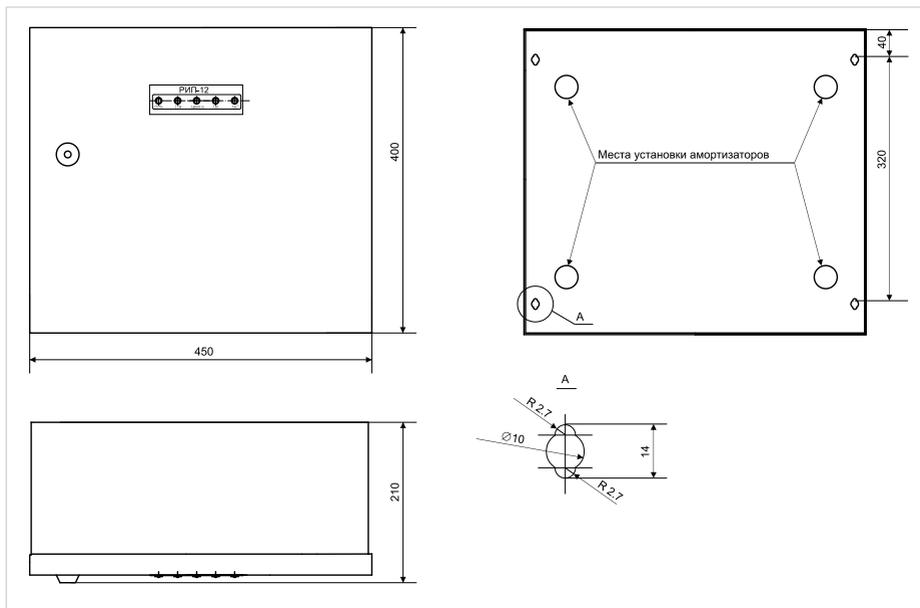

Рисунок 4. Внешний вид и габаритные размеры РИП
3. Наметьте на стене места для четырёх установочных отверстий в соответствии с габаритным чертежом (см. рис. 4). Проверьте отверстия.